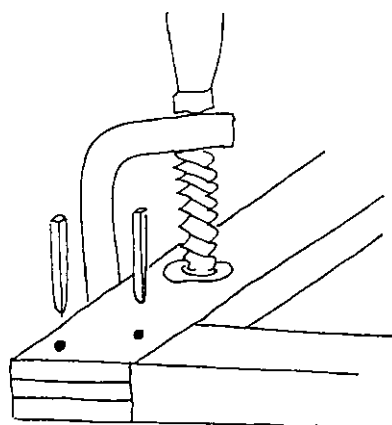

Fig. 21. Tving.
- En tving pressar bågen mot underlaget för att undvika urslag (fig. 21). Hål borrar med 4 mm träbör med centrumspets. Pinnen spetsas något och drivs igenom bågen varpå den sågas av och renskärs med stämjärn. Pinn är av furu av hög kvalitet och torkas i värmeskåp ca 2 timmar före montage.